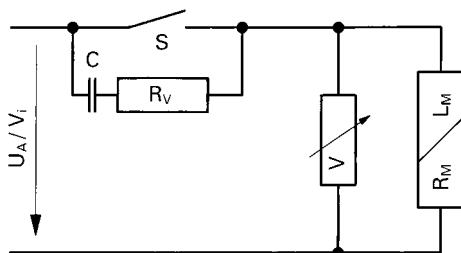

Fig. 14
10.2.4 Varistor und RC-Glied (Fig. 14)
10.2.4 Varistor and RC module (Fig. 14)